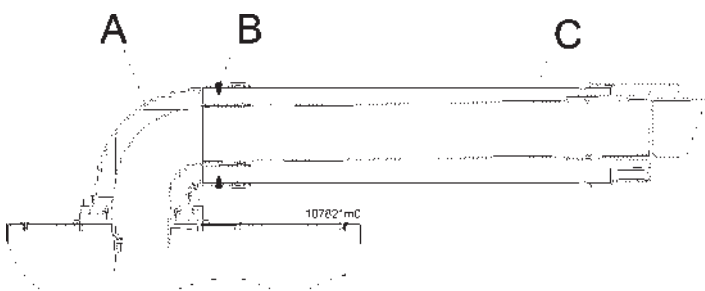

Figure 5-23 - Positionnement du conduit coaxial
**ATTENTION !!! Suivre scrupuleusement les phases d'installation du conduit coaxial comme illustré sur la figure 5-23. Il faut en particulier :**